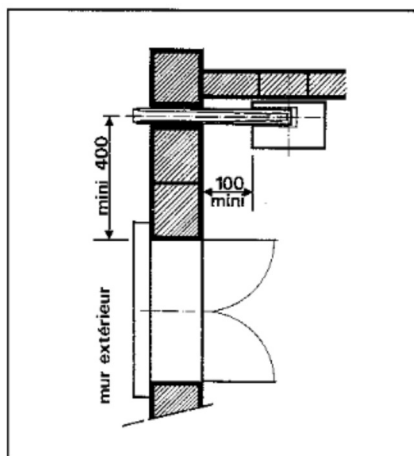

Fig. 11
- contre une cloison ou contre un mur adjacent à un mur extérieur (fig. 11) dans ce cas, le départ du raccordement de la ventouse s'effectue à gauche ou à droite du chauffe-bain.